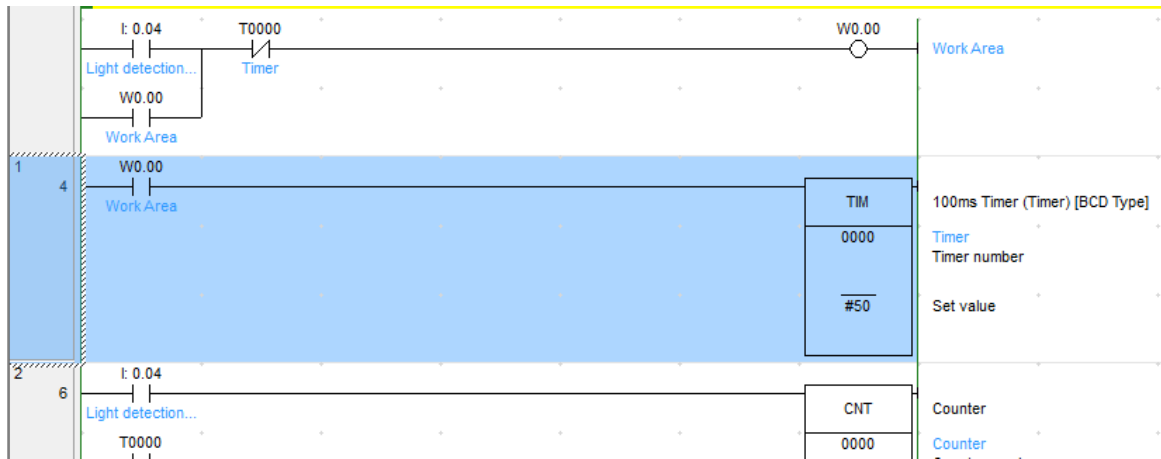

Рисунок 43 – Выделение строки программы
1. Дважды щелкните по заголовку строки программы, для которой хотите ввести комментарий (рисунок 43). Откроется диалоговое окно «Rung Properties» (Свойства строки).
2. Для удаления строк программы щелкните правой кнопкой мыши по заголовку строки. Будет выбрана вся строка целиком (рисунок 43). Нажмите клавишу [Delete] (Удалить). Выбранная строка будет удалена.